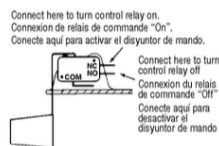

Fig. 2
3. Disjoncteur (Fig. 2)-Le disjoncteur de débordement doit être connecté à un circuit à basse tension de catégorie II. L'assemblage typique de circuits "NC" serait: N.O. Quand l'eau monte, le circuit s'ouvre pour arrêter le système de chauffage ou de refroidissement. N.C. Quand l'eau monte, le circuit se ferme et déclenche une sonnerie d'alarme.
3. Interruptor de seguridad (Fig. 2): el interruptor de seguridad de exceso sobre la capacidad, debe encontrarse conectado a un circuito de bajo voltaje de la clase II. El prototipo de la conexión de los circuitos abiertos, sería: TO: cuando el agua sube, el circuito se abre, para desactivar el equipo de calefacción o enfriamiento. CIRCUITO ABIERTO: cuando el agua sube, el circuito se cierra, para activar un timbre o alarma.